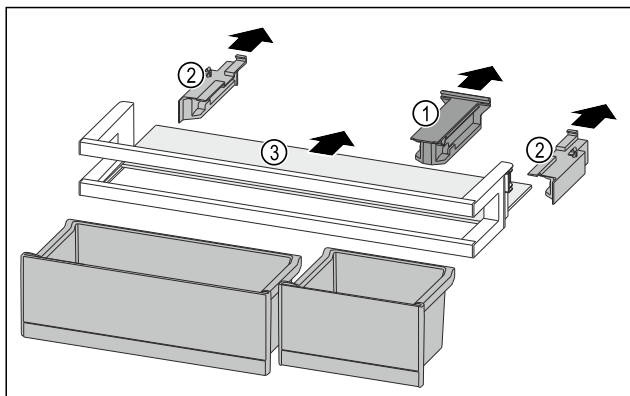

Fig. 242
- Držák Fig. 242 (1) stáhněte.
- Boční díly Fig. 242 (2) stáhněte.
- Odkládací plochu Fig. 242 (3) odeberte.